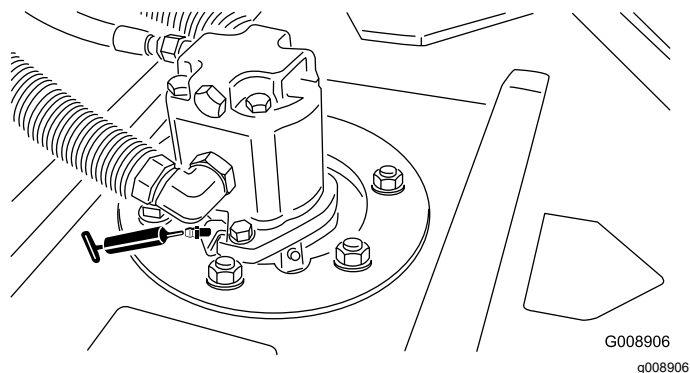

Рисунок 36
- Подшипники шпинделя режущего блока (по 2 шт. на режущий блок) — Рисунок 36